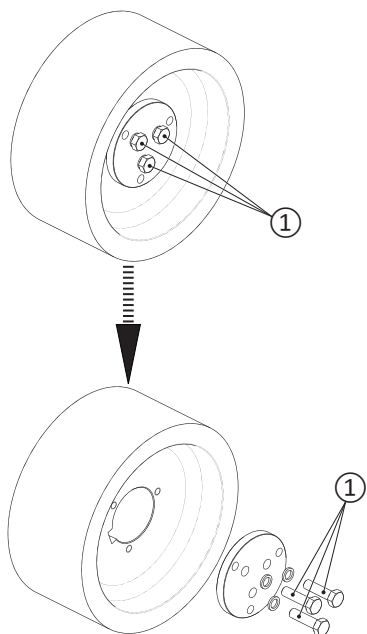
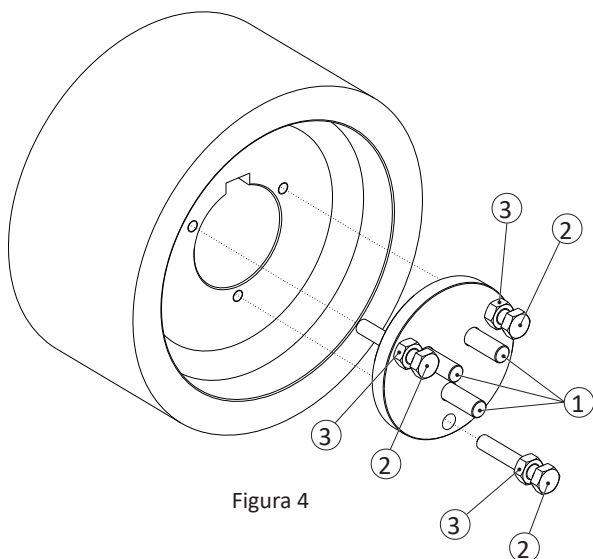

Figura 3
Figura 4
- Svitare le viti di fissaggio ① “Figura 3” e posizzarle come rappresentato in “Figura 4”.
- Avvitare i dadi ③ nelle viti ② e posizzarli come rappresentato in “Figura 4”.
- Avvitare per 15/20 mm le viti ② nei fori filettati presenti sulla puleggia.
- Procedere all’ estrazione della puleggia serrando con sequenza circolare i dadi ③, mantenendo le viti ② fisse sulla puleggia.
① VITI M12x45
② VITI M10x60 (non presenti nella fornitura)
③ DADI M10 (non presenti nella fornitura)